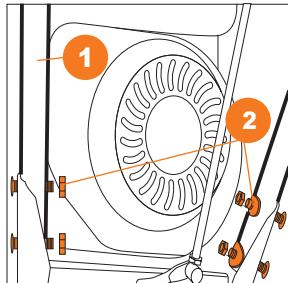

Рис. 6
- Закрепите фиксатор рубашки трёса ② к верхнему креплению рукоятки панели оператора.
S 6060 присоедините и закрепите рукоятки панели оператора ① к корпусу снегоуборочной машины с помощью крепежных элементов ② (болт M8x35 – 4 шт., фигурная шайба – 4 шт., гайки M8-4шт.) (Рис. 6).